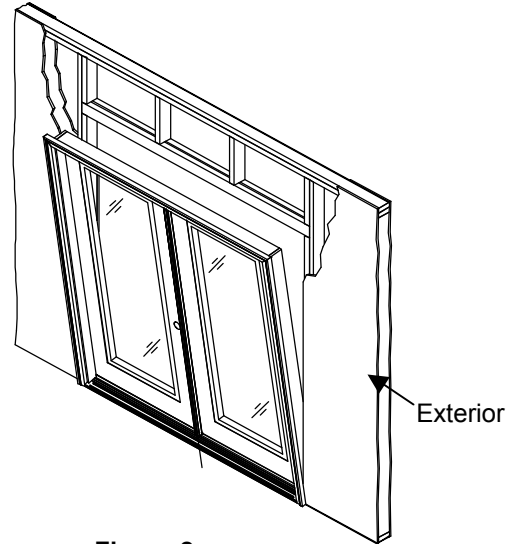

Figura 2a
- 2** Desde la parte exterior, coloque la unidad de la puerta en la abertura según la figura 2a. Para sistemas de puertas más pesadas, obtenga la ayuda de un asistente al levantar, colocar y alinear.